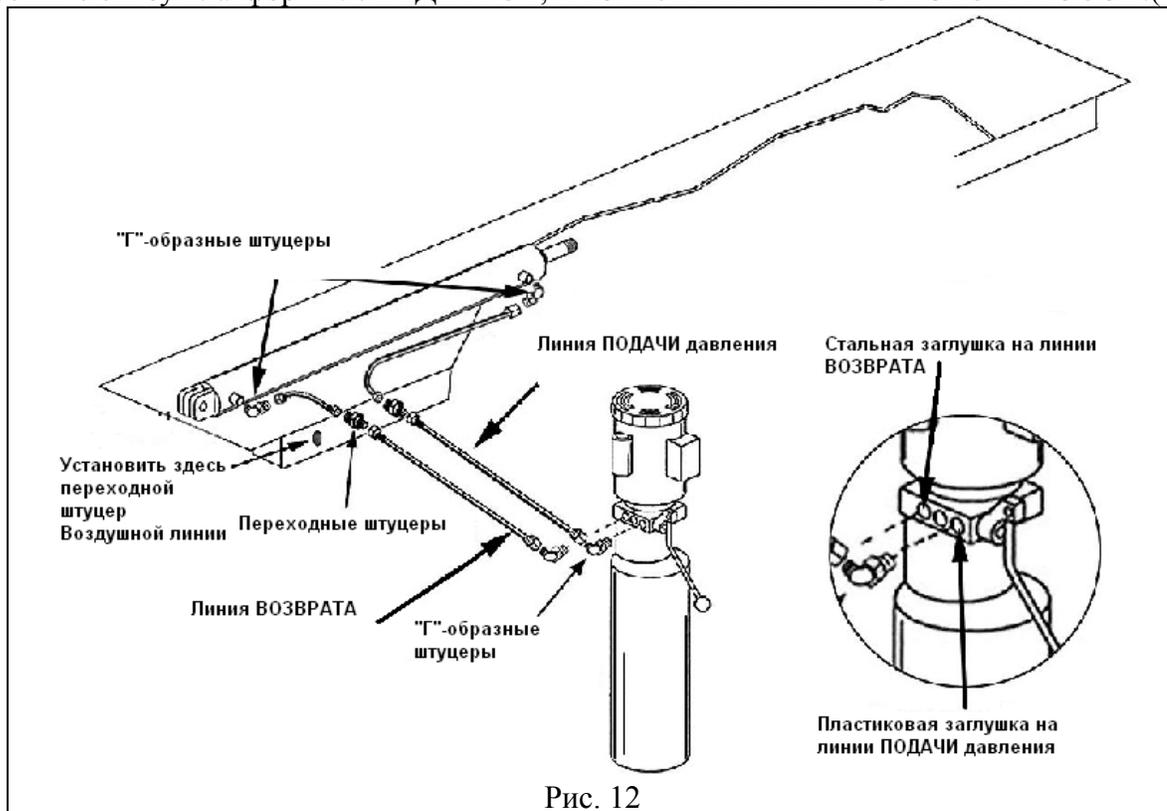

Рис. 12
4. Подсоединить все шланги, как показано на рисунке, протянув их через защитные кожухи, приваренные снизу платформы. **УБЕДИТЬСЯ, ЧТО ШЛАНГИ НЕ КАСАЮТСЯ ТРОСОВ.**(Рис.12)